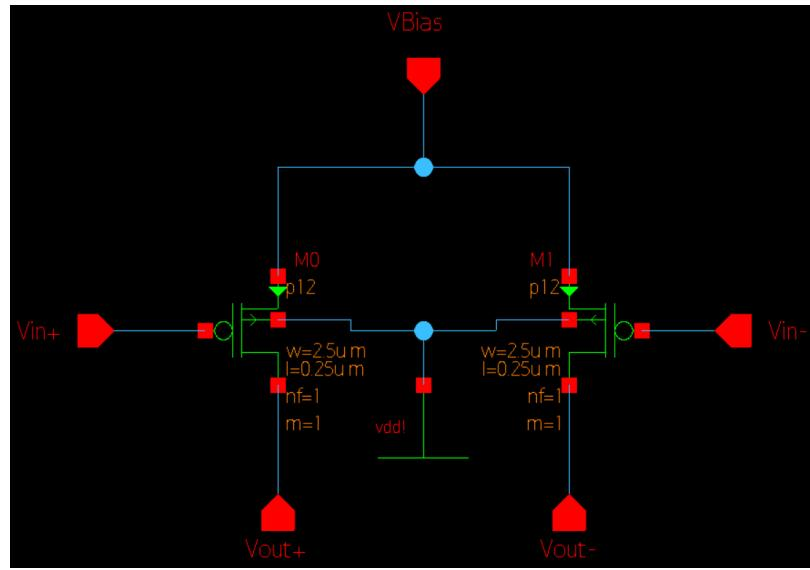
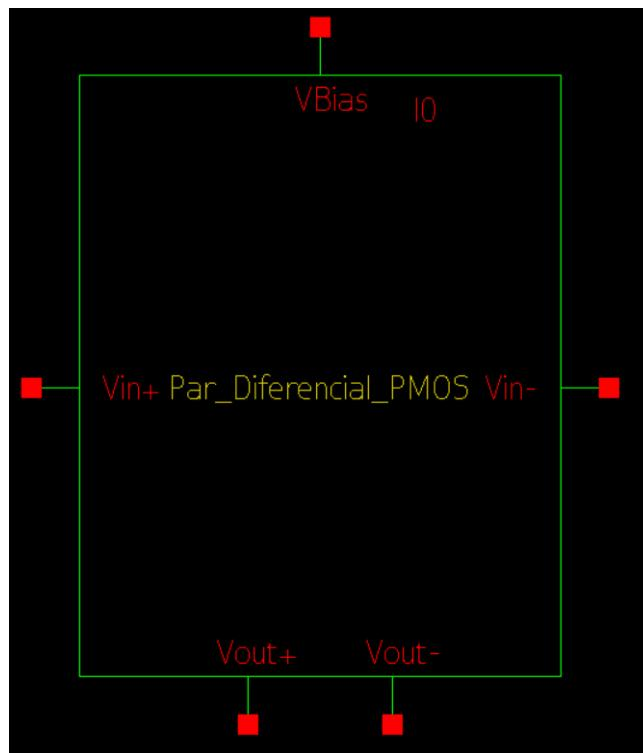

Fig. 25 – Esquemático do Par Diferencial PMOS
Fig. 26 – Símbolo do Par Diferencial PMOS
- É pedido para criar o esquemático (mostrado na Fig. 25) e símbolo (mostrado na Fig. 26) do Par Diferencial PMOS.